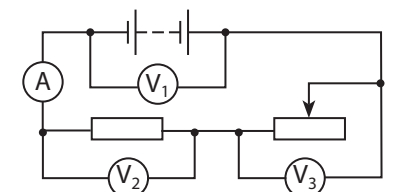

Fig. 3
16. (4 baluri) Cum se vor schimba indicațiile aparatelor (fig. 3), dacă culisorul reostatului se va deplasa la stânga?